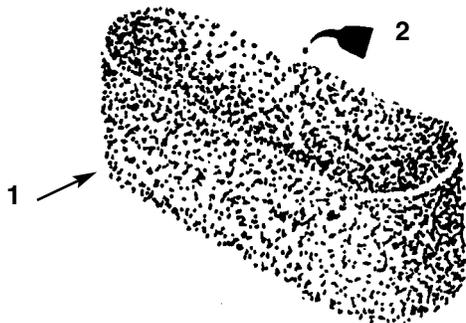

Fig. 30
C. Versate 25–50 g di olio sul filtro (Fig. 30), e strizzatelo per distribuire l'olio.